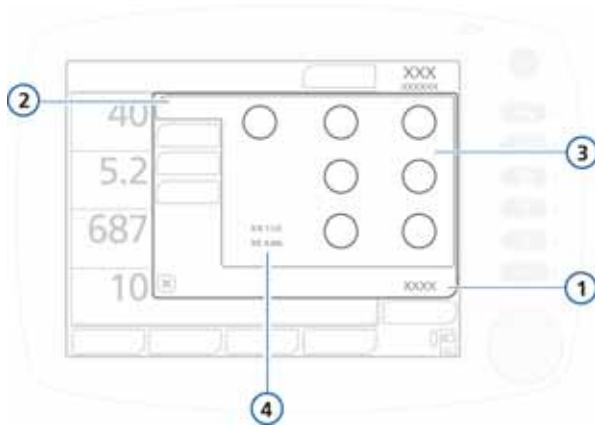

图 4-5. 基础设置、控制窗口
- 除控制设置外，基础窗口还显示由计时控制设置确定的呼吸计时参数；请参阅图 4-5。
1. 打开**控制** -> **基础**窗口（图 4-5）。
当您选择不同模式后，**基础窗口**会自动打开（图 4-5），显示新模式名称及参数设置。查看并确认这些建议的设置，否则将不会接受模式更改。